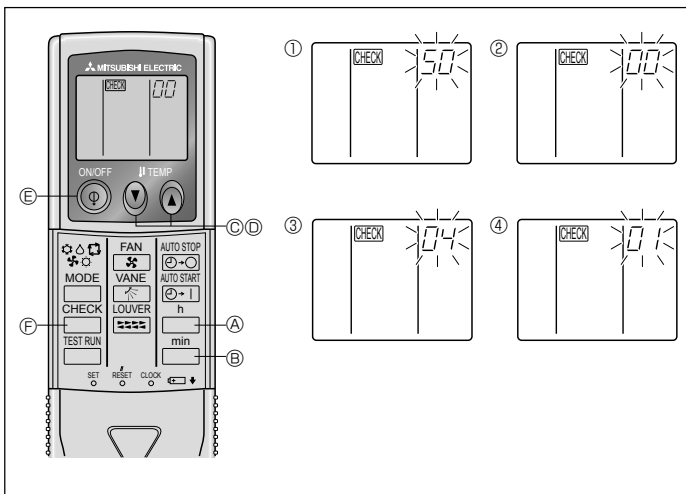

Fig. 6-10
- ⑧ Pulse el botón MODE **Ⓢ** para que el modo y el número de configuración (**Ⓢ**) y (**Ⓢ**) estén continuamente activados y se pueda confirmar el contenido de la configuración.
- ⑨ Mantenga simultáneamente presionados los FILTER **Ⓐ** y TEST RUN **Ⓑ** durante dos segundos por lo menos. La pantalla de selección de funciones desaparece momentáneamente y aparecerá la visualización de desconexión (OFF) del acondicionador de aire.
2) Para controlador remoto inalámbrico (Fig. 6-10)